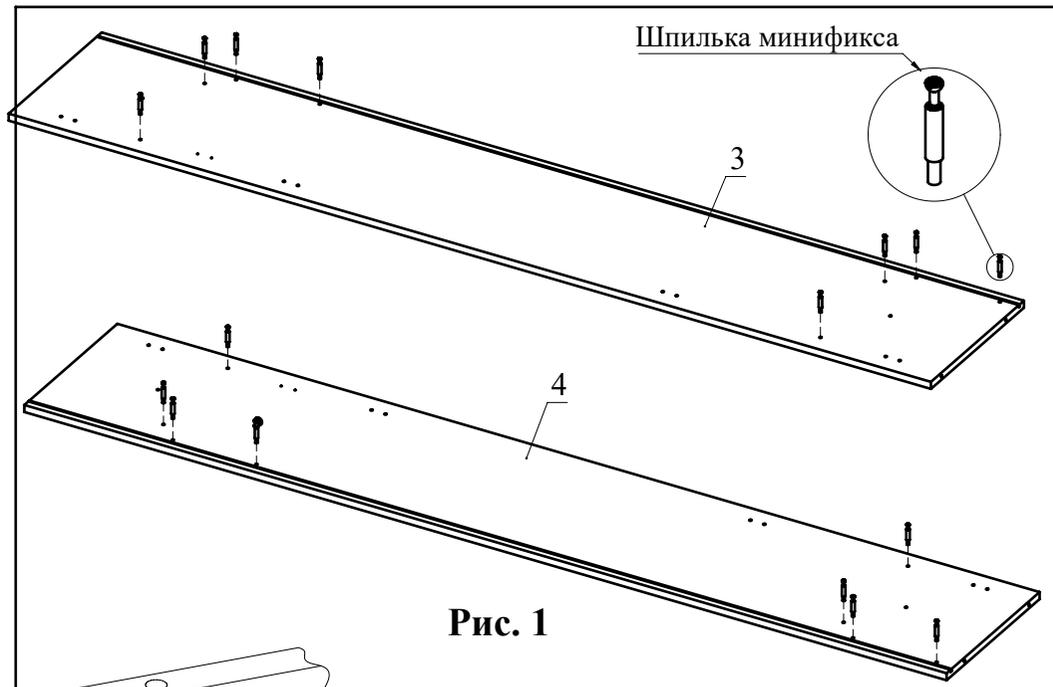

Рис. 1
1. Вкрутите шпильки минификсов в детали 3 и 4 (Рис. 1).